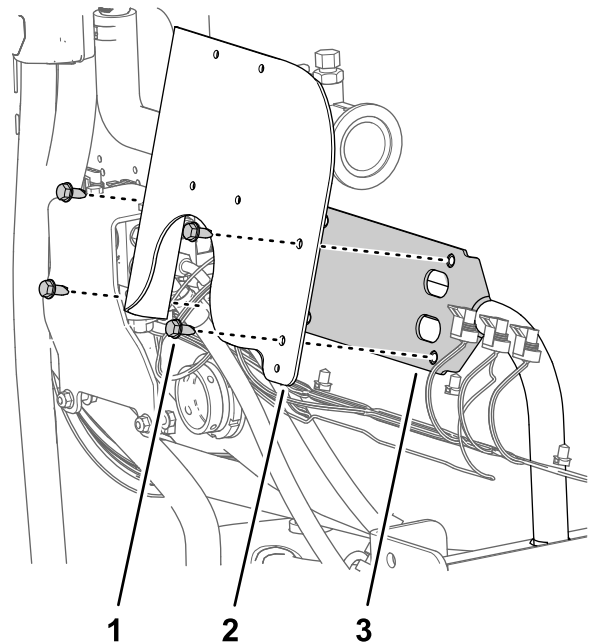

図 74
1. フローメータのブラケットについている穴を、バルブマウントに合わせる 図 74。